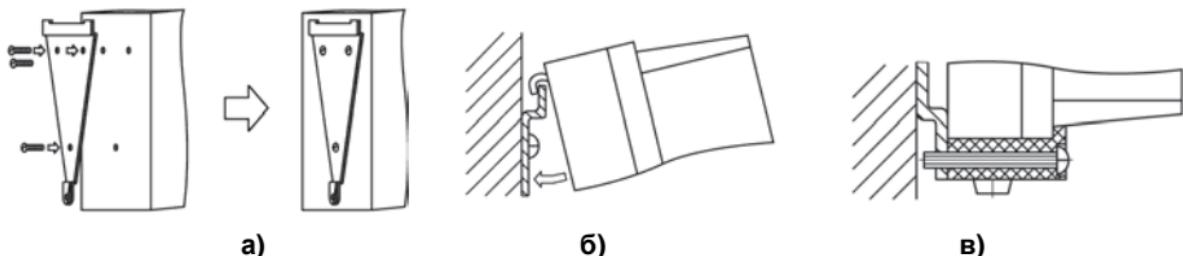

Рисунок 5.1
- 1) Закрепить кронштейн тремя винтами M4 × 20 на поверхности, предназначеннной для установки прибора (см. Приложение А и рисунок 5.1, а).
- 2) Зацепить крепежный уголок на задней стенке прибора за верхнюю кромку кронштейна (рисунок 5.1, б)
- 3) Прикрепить прибор к кронштейну винтом M4 × 35 из комплекта поставки (рисунок 5.1, в).